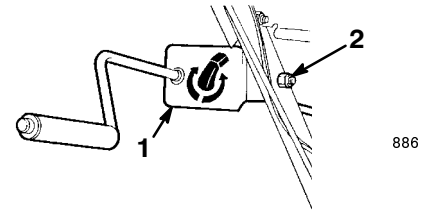

Bild 13
1. Montieren Sie den Auswurfkanal-Schaltbügel und die -stange mit der Innensechskantschraube und der Sicherungsmutter an der linken Seite des Griffs. Lassen Sie die Sicherungsmutter dabei locker (Bild 13).
5. Ziehen Sie die Sicherungsmutter am Steuerprofil des Auswurfkanals an (Bild 13).